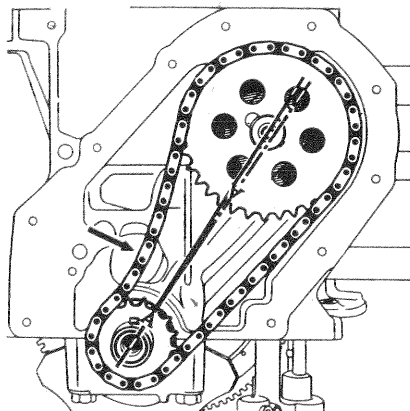

Fig. 41. — Positionnement des repères des pignons de distribution, la chaîne étant en place et tendue normalement
• Aligner les centres des pignons d'arbre à cames et de vilebrequin avec les repères des deux pignons (voir figure 41).
La chaîne étant sous tension normale, la ligne des repères ne passe plus exactement par la ligne des centres (voir figure 41).